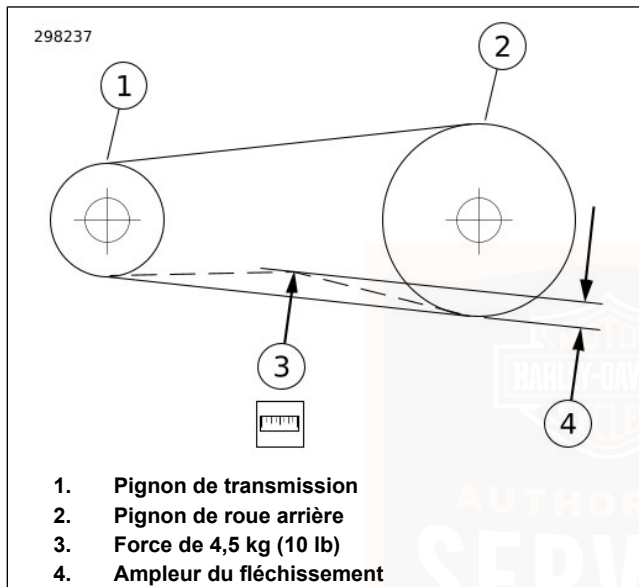

Figure 56. Vérification du fléchissement de la courroie
3. Voir Figure 56. Ajuster le berceau contre le bas de la courroie à mi-chemin entre le pignon de transmission et le pignon arrière.